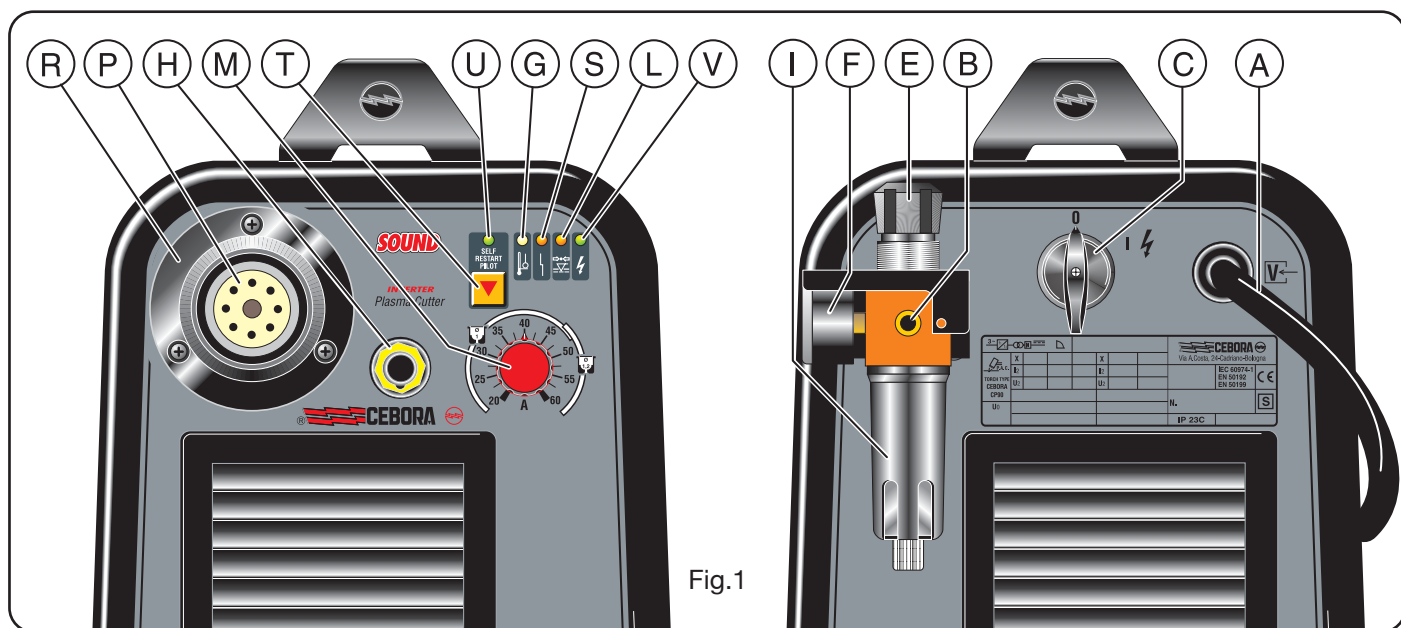

Fig.1
2.1 MONTAGGIO TORCIA (Fig. 1)
1) Per evitare sovraccarichi. E' evidenziata dall'accensione continua del led **G** (vedi fig.1).
Posta sull'alimentazione della torcia per evitare che la pressione aria sia insufficiente. E' evidenziata dall'accensione del led **L** (vedi fig.1).